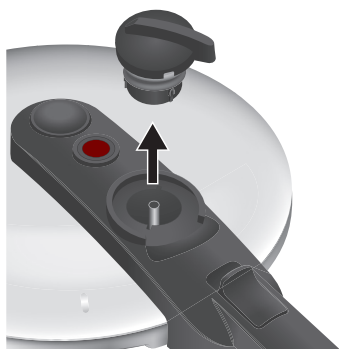

Fig. 21: Aftagning af trykreguleringen
4. Tryk trykreguleringen ned, og drej den til positionen . Løft låget op og af (se fig. 21). Rengør trykreguleringen under rindende vand. Tag desuden silikonefjederen af og rengør denne separat.